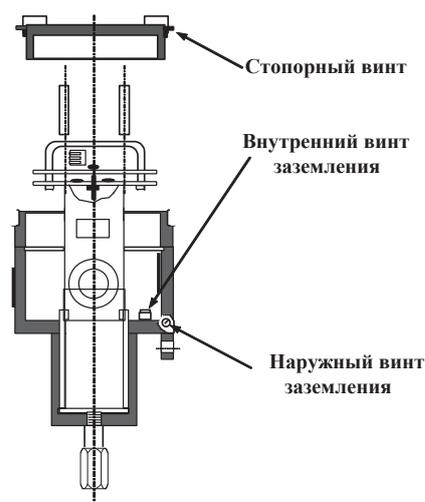

Рис. 4-1: Крышка преобразователя и стопорный винт
2. Ослабьте стопорный винт, который предохраняет крышку преобразователя ХМО2 от самоотвинчивания, и открутите крышку (см. рис. 4-1).